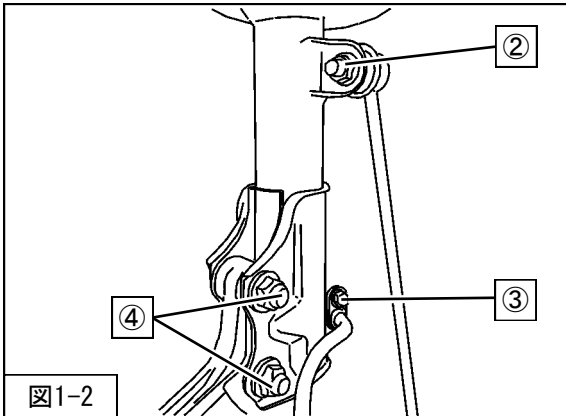

図1-2
3. ②スタビライザリンク取付ナット
③ブレーキホースクランプ取付ボルト
④フロントサスペンションASSYロア取付ボルト・ナットを取外してください。(図1-2)